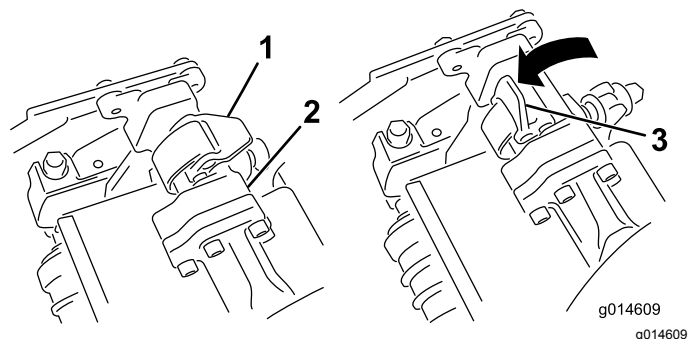
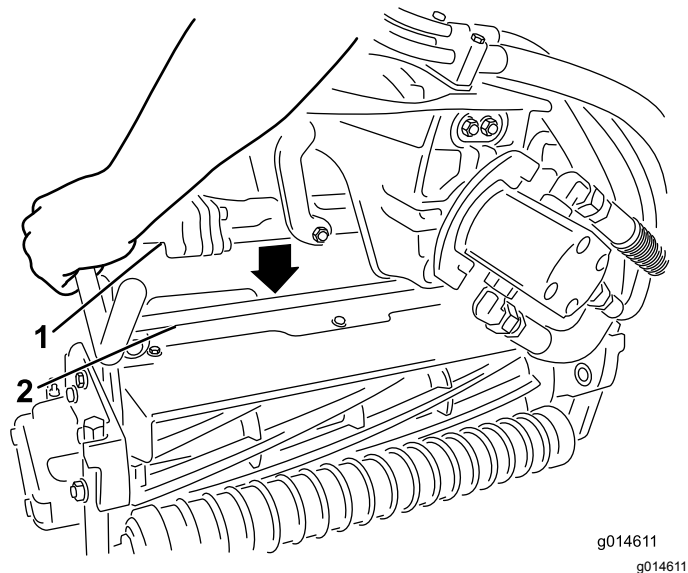

Bild 32
Bild 33
3. Die Riegel an der Aufhängearmstange müssen nach oben zeigen (d. h. offen) (Bild 32); drücken Sie den Aufhängearm dann so nach unten, dass die Stange über die Stange an der Oberseite der Schneideinheit passt (Bild 33).
4. Drücken Sie die Riegel nach unten um die Schneideinheitstange herum und arretieren sie (Bild 32).
4. Öffnen Sie die Riegel an der Aufhängearmstange der Schneideinheit, die Sie entfernen möchten (**Bild 32**).